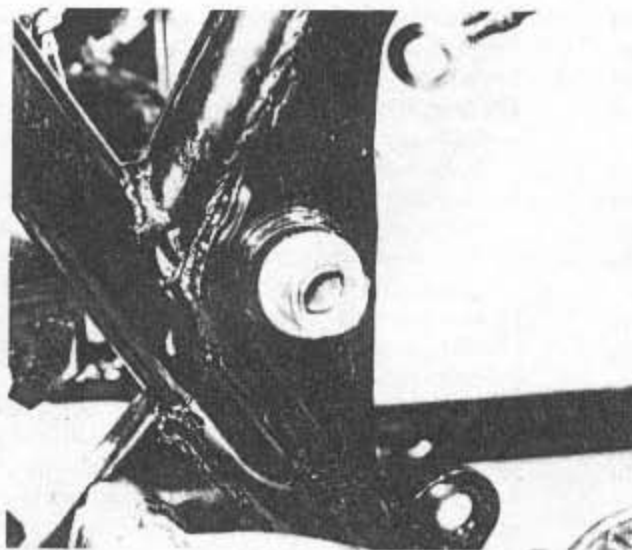

Bild 239
- Nach Abschrauben der linksliegenden Mutter wird der Schwingenlagerbolzen aus dem Rahmen herausgezogen (Bild 239). Unter Umständen muss mit einem Kunststoffhammer und einem Messingtreibdorn etwas nachgeholfen werden, um den Lagerbolzen auszutreiben. Die Antriebskette zur Seite schieben, damit sie vom linken Schwingenarm freikommt. Die Schwinge ist nun frei und lässt sich nach hinten aus dem Rahmen herausziehen (Bild 240).